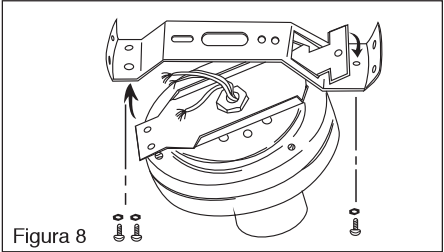

Figura 8
Paso 1 Use el el orificio cuadrado que está en uno de los extremos de la barra de apoyo para colgar el ventilador en el gancho. (Figura 8) Conecte los cables siguiendo las instrucciones de cableado. (Figura 5 y 9)